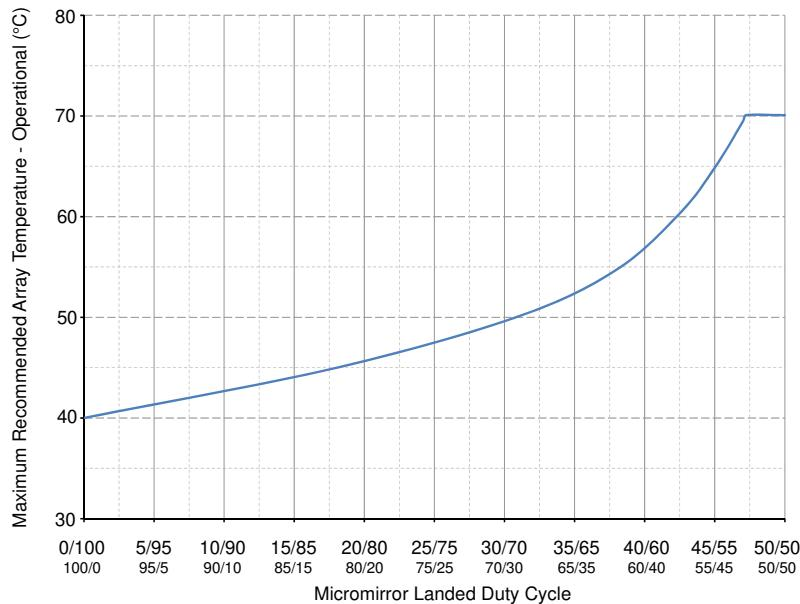
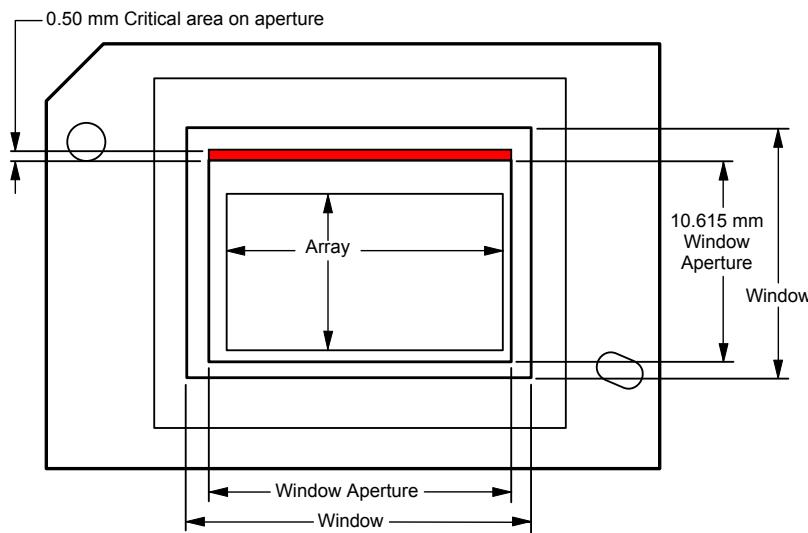

図 5-1. 推奨最大アレイ温度—ディレーティング曲線
図 5-2. イルミネーション オーバーフィル ダイアグラム - クリティカルエリア
- (12) 図 5-1 に従って、最大動作アレイ温度は、最終アプリケーションにおいて DMD が受けるマイクロミラーの着地デューティサイクルに基づいてディレーティングする必要があります。マイクロミラーのランデッドデューティサイクルの定義については、「マイクロミラーのランデッドデューティサイクル」を参照してください。
- (13) 長期は、デバイスの使用可能寿命と定義されます。
- (14) 短期は、デバイスの有効寿命全体にわたる合計累積時間です。
- (15) デバイスが「高温の露点温度範囲」にない経時的な平均値(保存や動作を含む)。
- (16) 保存時および動作時の高温範囲で露点温度への曝露は、CTELR の合計累積時間未満に制限する必要があります。
- (17) DMD のアクティブ領域は、DMD デバイスアセンブリの構造を通常の視界から覆い隠す、DMD ウィンドウ面の内側にある開口部で囲まれています。開口部は、いくつかの光学条件を想定した大きさになっています。アクティブ アレイの外側を照らすオーバーフィル光は散乱し、DMD を使用する最終アプリケーションの性能に悪影響を及ぼす可能性があります。照明光学システムは、アクティブ アレイから外側に入射する光束を最小限に抑えるように設計する必要があります。システムの光学アーキテクチャとアセンブリ許容誤差によっては、アクティブ アレイの外側のオーバーフィル光量がシステム性能の劣化を引き起こす可能性があります。
- (18) 図 5-2 の赤い領域に適用されます